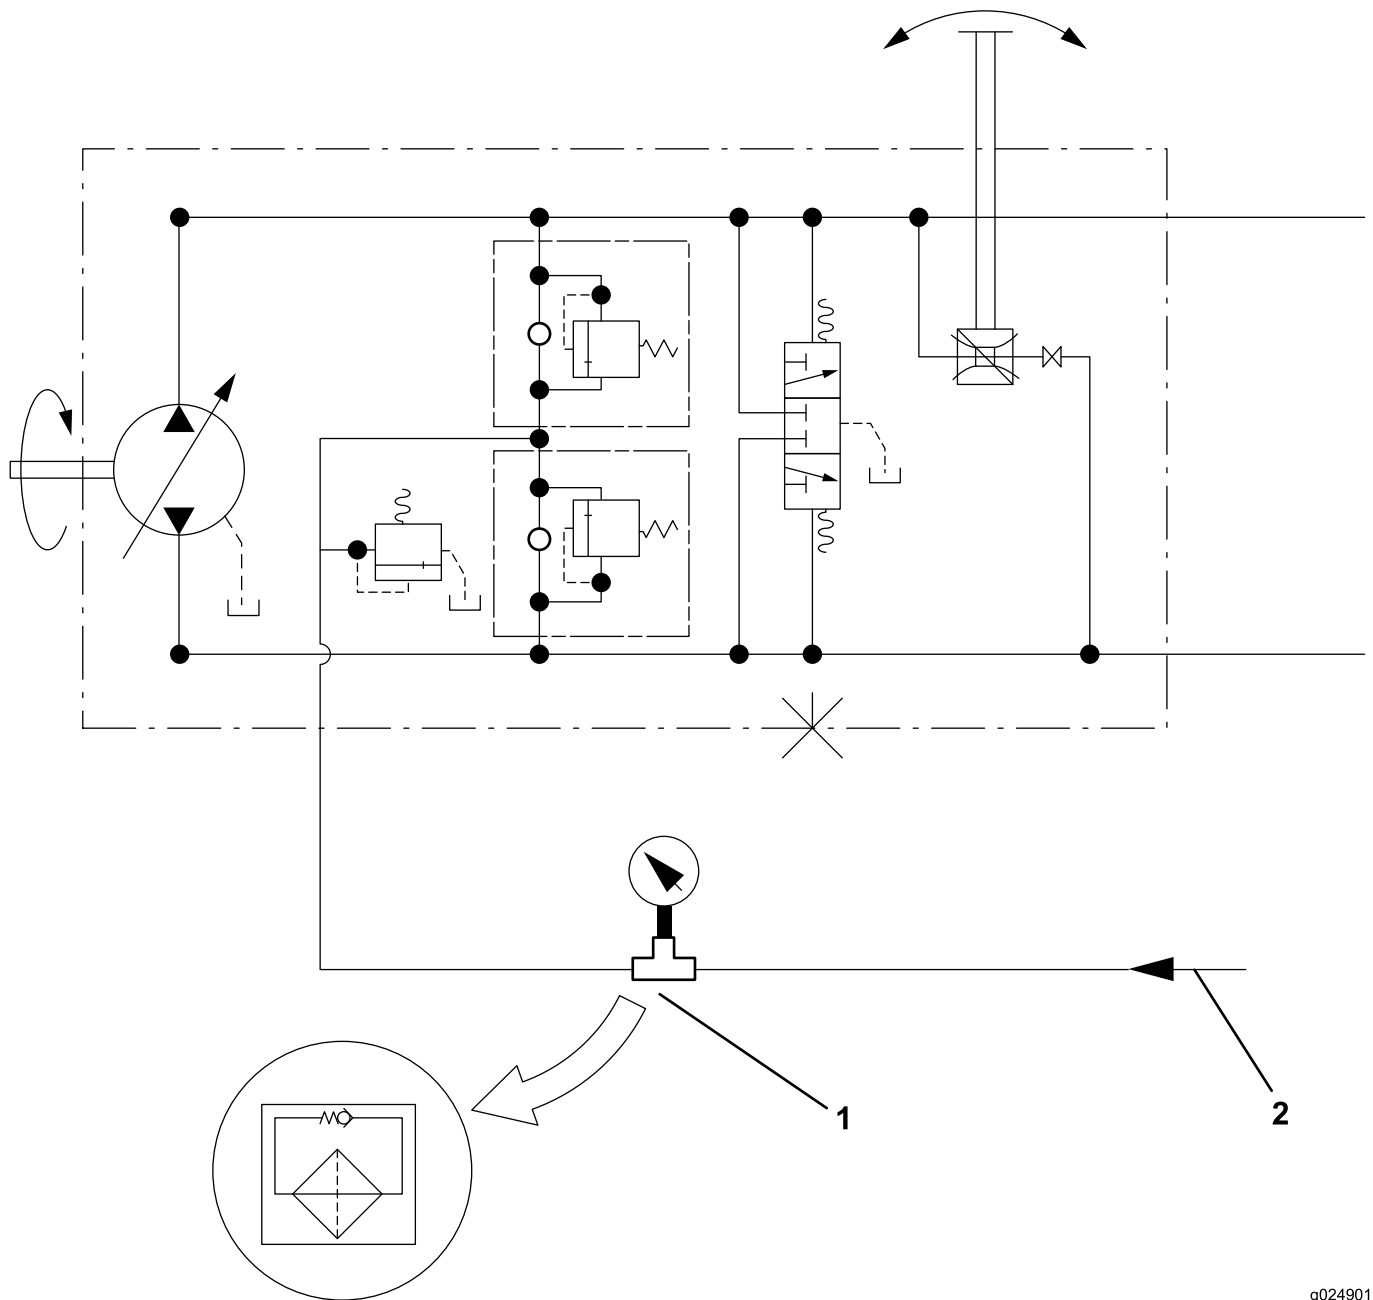

Bild 5
4. Entfernen Sie den kleineren Ladehydraulikfilterkopf und setzen Sie ein Druckmanometer für 3450 kPa (500 psi) in das Ladezufuhrrohr ein, wie in Bild 5 abgebildet. Wenn das Druckmanometer Teil eines Durchflussmessgeräts ist, stellen Sie sicher, dass das Durchflussmessgerät nicht restriktiert ist, bevor Sie die folgenden Tests durchführen.